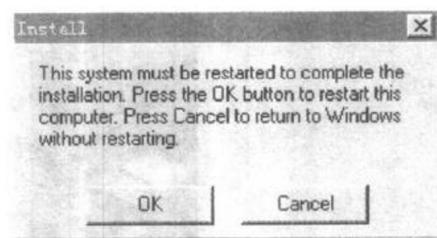

图 1-11 选择是否重新启动计算机
(11) 单击 Next 按钮后, 安装向导会提示读者必须重启计算机, 安装才能正常结束, 如图 1-11 所示。读者可以根据自己的情况选择。